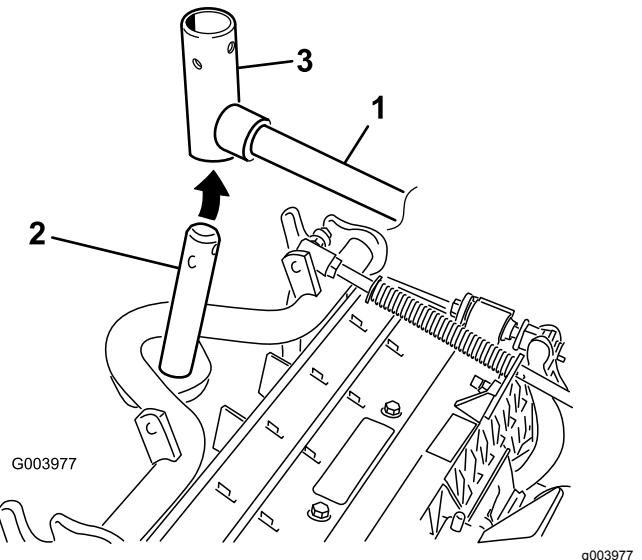

Figura 11
- Per gli elementi di taglio anteriori, infilate un elemento di taglio sotto il braccio di sollevamento mentre inserite l'albero del telaio portante nella forcella di articolazione del braccio di sollevamento (Figura 11).
- Inserite la forcetta del braccio di sollevamento nell'albero del telaio portante (Figura 11).